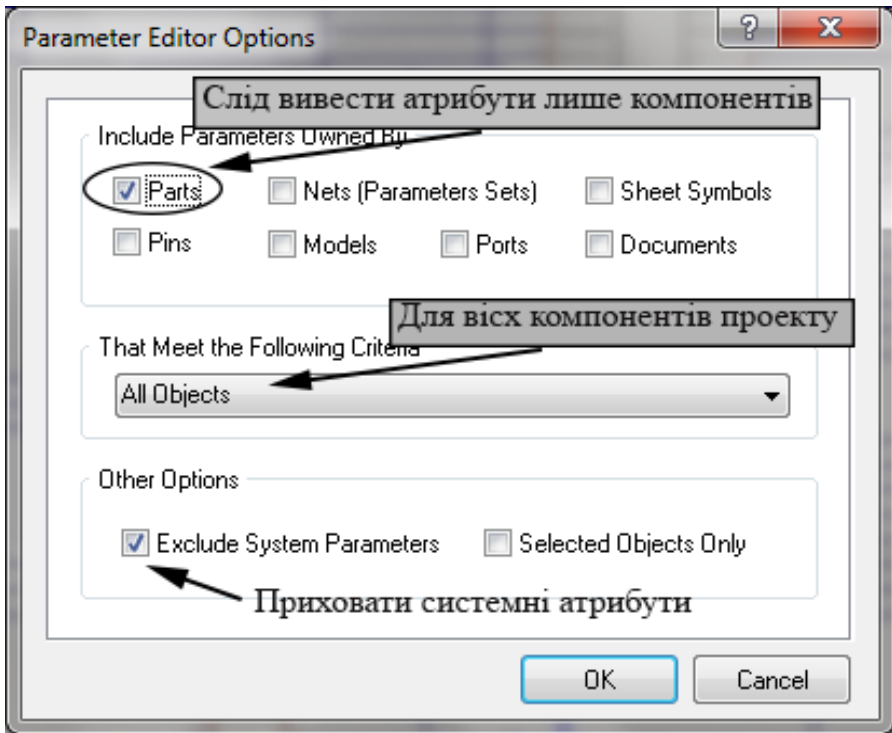

Рисунок 8.3 – Налаштування фільтру атрибутів
1. Спочатку потрібно відкрити файл проєкту Demo.PrjPcb. Слід відзначити, що для створення переліку елементів потрібно мати правильно оформлені бібліотеки компонентів. У кожного компонента повинна бути введена інформація, яка описує всі його параметри необхідні для створення переліку елементів. Щоб перевірити чи правильно заповнені параметри компонентів одразу для всього проєкту можна використати команду Tools > Parameter Manager, у вікні що з'явилося потрібно обрати параметри згідно з рис. 8.3.